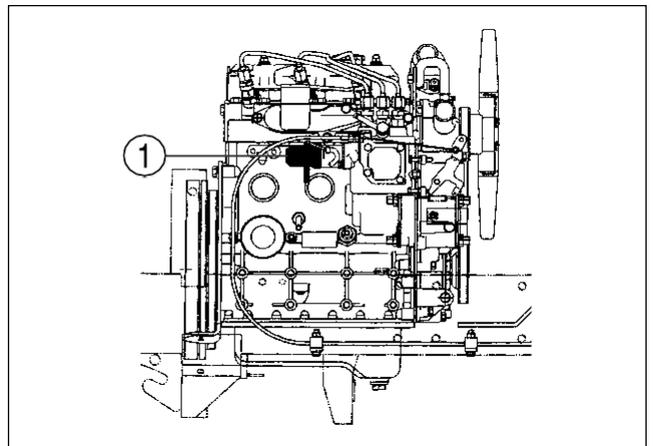

FIG. 64
FIG. 64: Si el motor no para cuando el contactor de llave está en posición parada, abra el capó lateral izquierdo y apriete el solenoide (1) hasta que pare el motor. Consulte su agente ISEKI cuando es necesario proceder a la parada manual del motor.